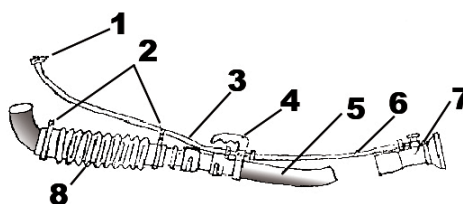

Fig. 4
- Conecte la tubería de pulverización como muestra la fig. 4.